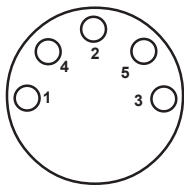

Figure 6 : Prise DIN 5 broches
La prise femelle DIN à 5 broches du capteur TP1(S) permet sa connexion vers une interface capteur comme indiqué en Figure 6 et dans le tableau 1 ci-dessous.